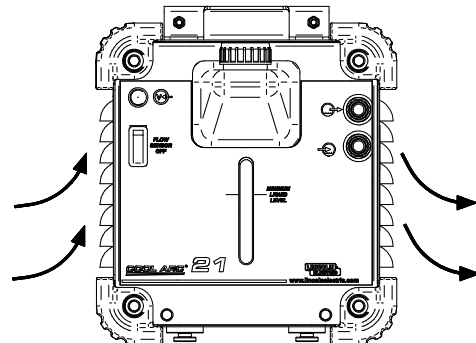

Abb. 4.
9. **Luftschlitze:** Ermöglichen eine saubere Zirkulation der Luftkühlung (Abb.4).